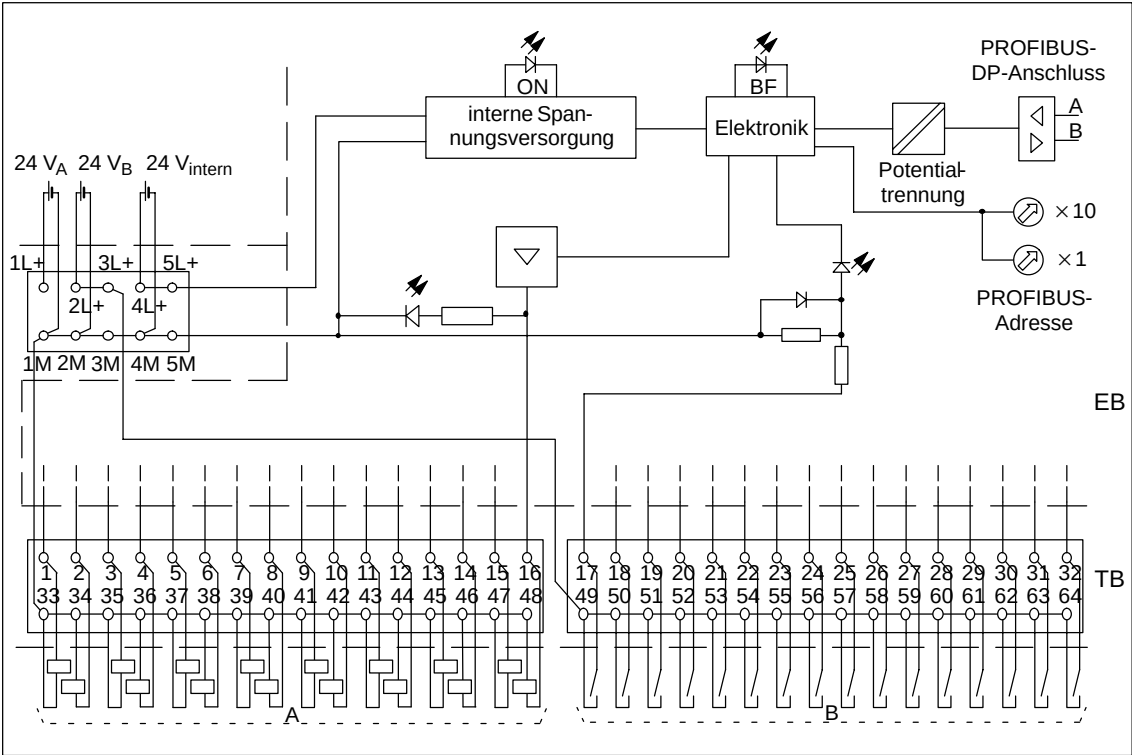

Bild 8-10    Prinzipschaltbild für Elektronikblock L 16 DI/16 DO DC 24 V/0,5 A
**Prinzipschaltbild**      Bild 8-10 zeigt das Prinzipschaltbild.